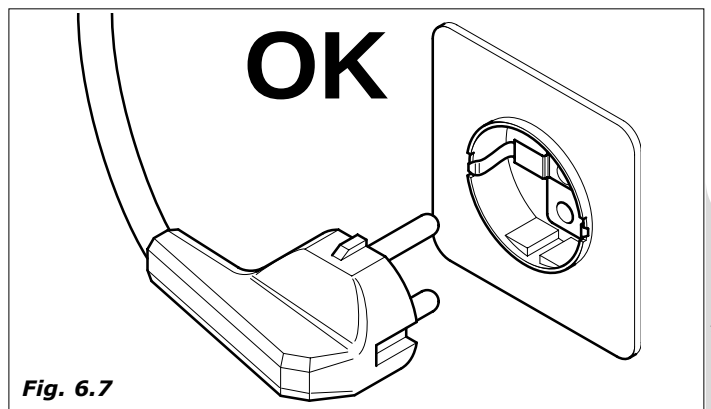

Fig. 6.7
- El distribuidor está dotado de un cable de alimentación H05VV-F 3x1,5 mm² , con clavija SCHUKO.(Fig.6.7).